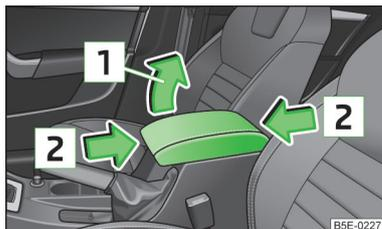

Fig. 52
- Abaissez d'abord complètement le couvercle, puis relevez-le dans le sens de la flèche [1] » fig. 52 sur l'un des 4 crans de fixation de position.
- Poussez le couvercle dans la position souhaitée dans le sens de la flèche [2] » fig. 52.